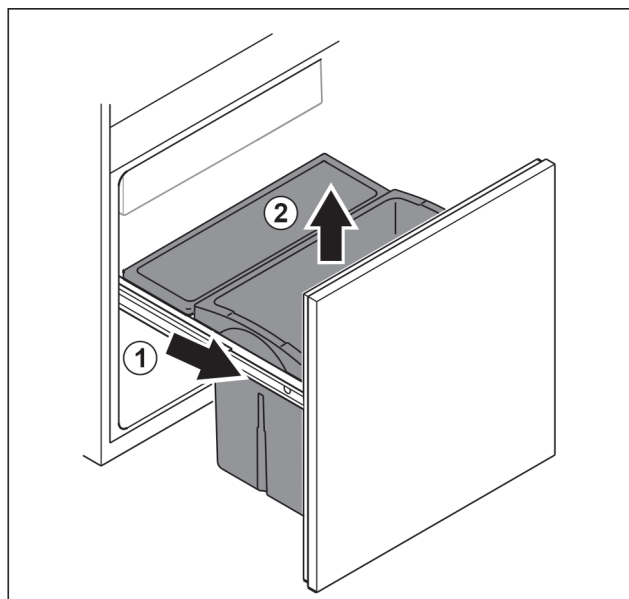

Fig. 190
- Estrarre il carrello estraibile fino all'arresto. Fig. 190 (1)
- Rimuovere il cassetto estraendolo verso l'alto. Fig. 190 (2)